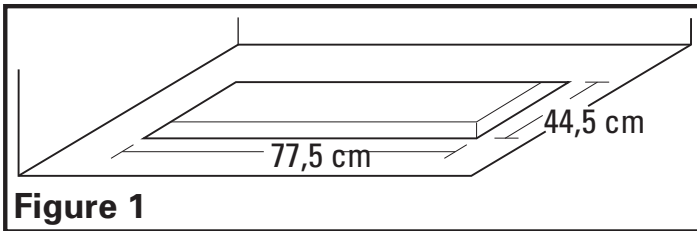

Figure 1
- Découpez un trou de 77,5 cm de large sur 44,5 cm de profond dans l'armoire ou le couvert dans lequel sera monté l'unité (Figure 1):